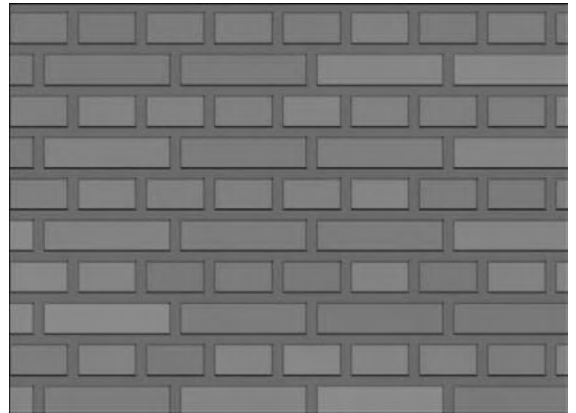

Fig.13.51
- **Modifier (Change)** : modifie la largeur des recouvrements dans les lignes concernées. Une valeur égale à 1 correspond à la largeur du recouvrement par défaut. Les valeurs supérieures à 1 augmentent la largeur des recouvrements, tandis que les valeurs inférieures à 1 réduisent la largeur. Par exemple : 0.5 (fig.13.51).